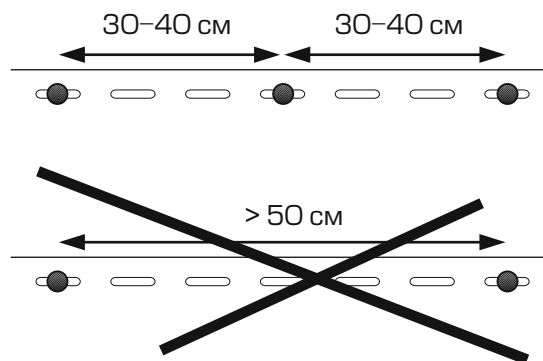

рис. 6
При обшивке дома, Вы можете использовать не только вертикальный сайдинг, но и комбинировать его с горизонтальным. В этом случае, переход от вертикального сайдинга к горизонтальному или, наоборот, от горизонтального к вертикальному осуществляется через окантовочную или соединительные планки (рис. 6).
Рис. 6. Вариант стыковки вертикального и горизонтального сайдинга: 1 – вертикальный сайдинг; 2 – горизонтальный сайдинг; 3 – окантовочная планка; 4 – финишная планка.
1. На обрешеченную поверхность устанавливается начальная планка по заранее отчерченной меловой линии. Её крепление производится гвоздями или шурупами через каждые 30 см. (рис. 6).